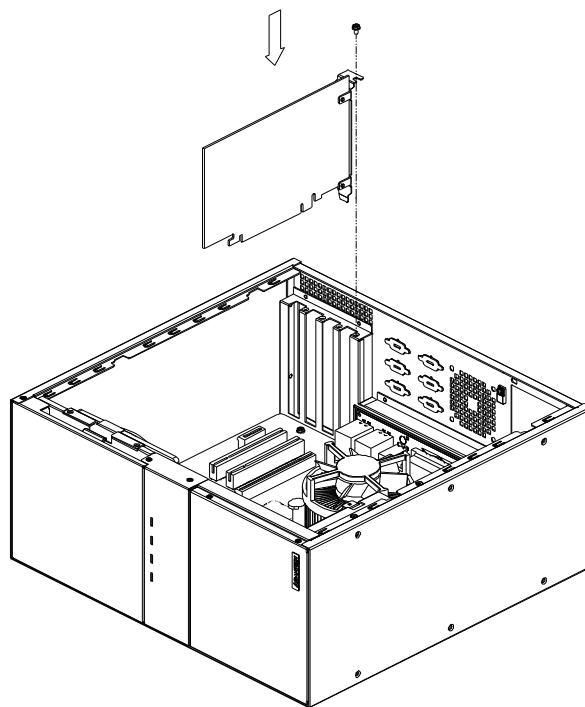

Figure 2.3 Installing an Add-on Card/ 安装附加卡 / 安裝附加卡
2. Insert the add-on card vertically into the proper slot. Fasten the screws on the top of both brackets of the card. (See Figure 2.3)
2. 将附加卡垂直插入对应插槽，旋紧两块卡上端支架的螺丝将卡固定好，如图 2.3 所示。